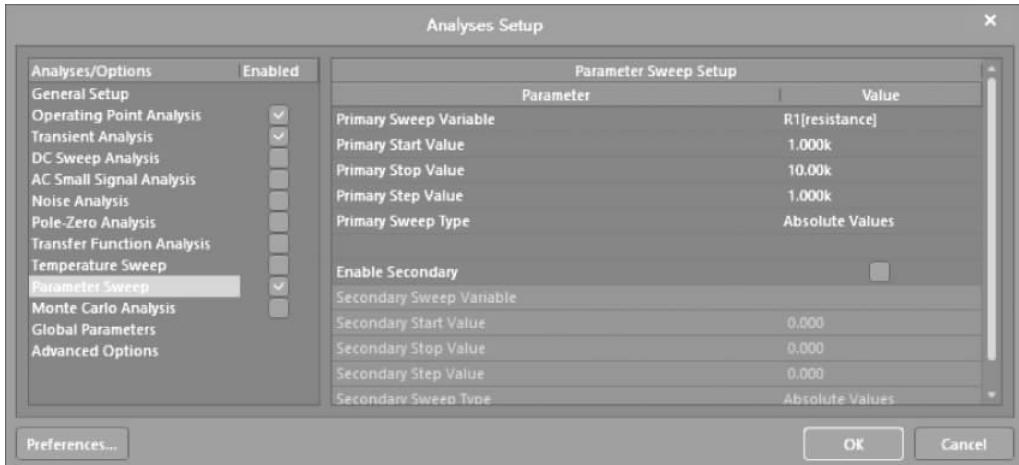

图 3-46 设置仿真参数界面 2
① 选中 Operating Point Analysis、Transient Analysis 和 Parameter Sweep 选项,执行直流工作点、瞬态分析和参数扫描功能。
② 将 Collect Data For 设置为 Active Signals/Probes。
③ 将 IN 和 OUT 添加到 Active Signals 栏中。
(3) 选择 Parameter Sweep 选项,出现如图 3-46 所示的 Parameter Sweep Setup(参数扫描设置)界面。按下面参数设置。
① Primary Sweep Variable: R1 [resistance]。
② Primary Start Value: 1,000k。
- ③ Primary Stop Value: 10.000k。
- ④ Primary Step Value: 1.000k。
- ⑤ Primary Sweep Type: Absolute Values。
- ⑥ 其他按默认参数设置。
(4) 单击 OK 按钮,退出分析设置界面。在 AD 主界面主菜单下选择 Simulate→Run ' Mixed Sim' Simulation,开始执行仿真。